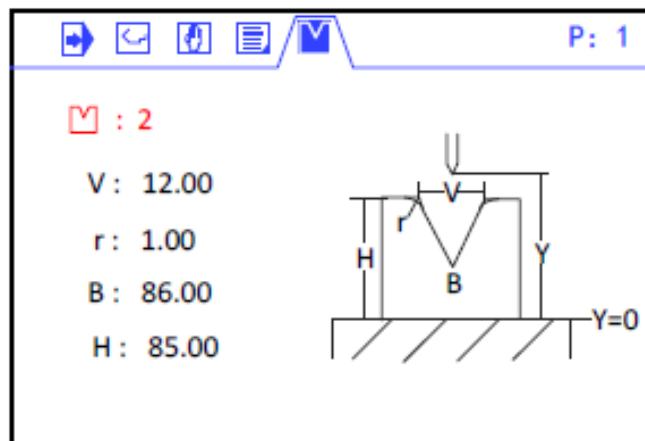

Рис. 3-2: Редактирование формы: одношаговая операция угловой гибки
- С помощью цифровых клавиш и клавиш со стрелками изменить параметры в соответствии с приведенным анализом. Результаты показаны на рис. 3-2.